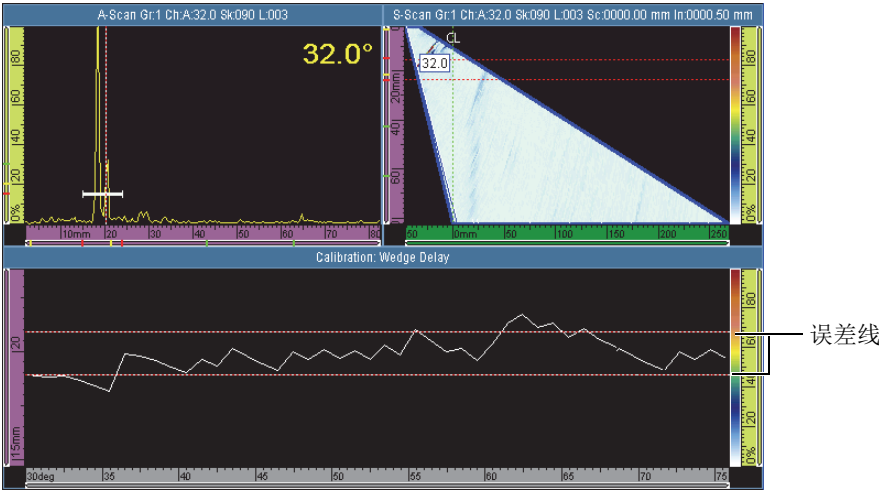

图 5-9 为楔块延迟校准建立包络
- a) 在校准反射体上前后移动探头，建立包络线（参见第 112 页的图 5-9）。